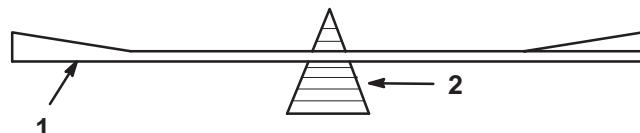

Figure 31
2. Vérifiez l'équilibre de la lame en la plaçant sur un équilibrEUR (Fig. 31). Si la lame reste horizontale, elle est équilibrée et peut être utilisée. Si la lame est déséquilibrée, limez un peu le dos de la lame. Répétez la procédure jusqu'à ce que la lame soit équilibrée.